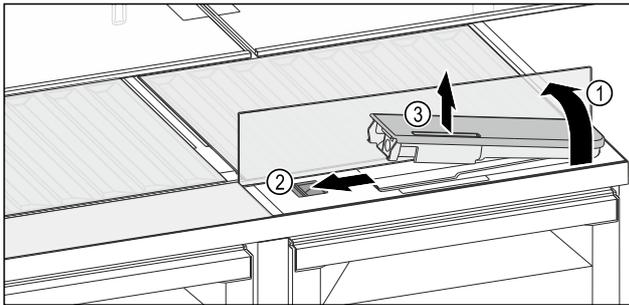

Fig. 131
- ▶ Soulever la tablette et la rabattre vers l'arrière jusqu'à la butée Fig. 131 (1).
- ▶ Pousser le curseur Fig. 131 (2) vers la gauche.
- ▶ Sortir le filtre à eau Fig. 131 (3).